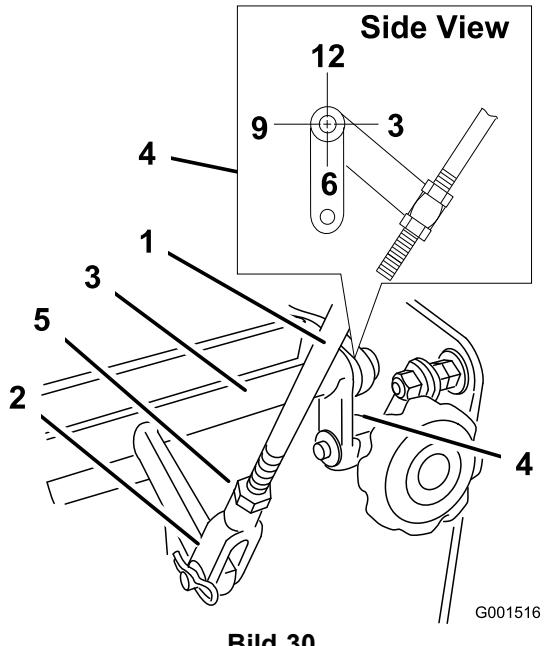

Bild 30
4. Prüfen Sie die Ausrichtung der Laschen an den Enden des Fahrgeschwindigkeitskippschalters. Diese Laschen sollten direkt nach unten (ungefähr auf die 6-Uhr-Stellung) zeigen (Bild 30).
5. Stellen Sie den Gewindebügel unten am Geschwindigkeitssteuergestänge so bis, bis die Laschen in der 6-Uhr-Stellung sind (Bild 30).